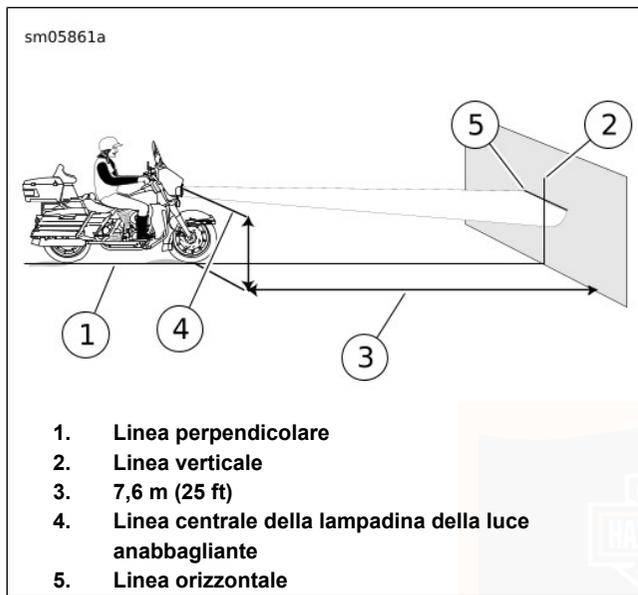

Figura 81. Allineamento del faro anteriore: Tipo a LED (tipico)
- b. **LED, carenatura montata sulla forcella:** Vedere Figura 81. Alla distanza misurata.
- LED, carenatura montata sulla forcella:** Vedere Figura 81. Parte superiore del fascio di **luce anabbagliante** centrata sul segno.